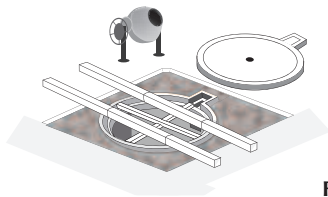

Fig. 4a
1. Fissare il telaio applicando il prodotto di fissaggio (malta cementizia) fino al rifiuto (la malta cementizia deve traboccare dalle asole del telaio e fino ad un'altezza di 3 cm dal bordo del telaio). Non riempire tutto il volume della casseratura, ma lasciare 3 cm per l'asfaltatura! (fig 4A)
1. Secure the frame by applying the product (cement mortar). Allow the cement mortar to overflow the slots in the frame up to a height of 3 cm from the edge of the frame. Do not fill the whole formwork area, but leave 3 cm for the asphalt! (Fig. 4A) (fig 4A)
1. Fixer le cadre en appliquant le produit de fixation (laitier de ciment) jusqu'à l'égout (le mortier doit déborder des bords du cadre et jusqu'à une hauteur de 3 cm du bord du cadre). Ne pas remplir tout le volume du coffrage, mais laisser 3 cm pour l'asphaltage! (fig. 4A)